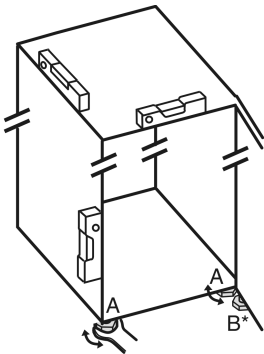

Fig. 24
- ▶ Stellfüße Fig. 24 (A) mit beiliegendem Gabelschlüssel und mit Hilfe einer Wasserwaage herausdrehen, bis das Gerät fest und ebenstehend ausgerichtet ist.
- ▶ Stellfuß Fig. 24 (B) am Lagerbock mit beiliegendem Gabelschlüssel herausdrehen, bis er auf dem Boden aufliegt.
- ▶ Stellfuß Fig. 24 (B) um 90° weiter drehen.